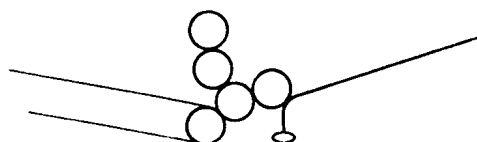

图 1-3 单张纸圆压圆型印刷机
(1) 单张纸圆压圆型印刷机 印刷装置结构简单，操作方便，容易组合成双面印刷机或多面印刷机；滚筒空隙较小，各个滚筒连续匀速旋转，运转平稳，印刷质量好，现代单张纸平版印刷机的印刷速度最高已超过 20000r/h；适用于各种印刷方法，还可加装其他辅助装置，成为具有印号码、分切、上光、模切、折页等多种功能的印刷机。如图 1-3 所示。